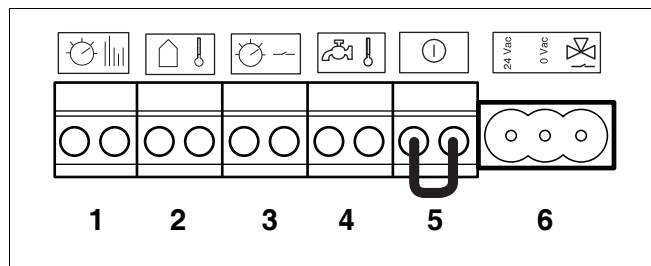

Fig. 31 Aansluitstrook laagspanningsaansluitingen
- Sluit de kamerthermostaat ModuLine 100, 200, 300, 400, of de cascaderelgelaar CM10 aan op de oranje aansluiting RC (→ fig. 31, [1], pag. 30). Maak hierbij gebruik van een tweaderige elektriciteitskabel van elk 0,4 – 0,75 mm².
- Sluit de RCC aan op de oranje stekker van de aansluitstrook van het cv-toestel (→ fig. 31, [1], pag. 30).
- Sluit de buitentemperatuursensor aan op de donkerblauwe stekker van de aansluitstrook van het cv-toestel (→ fig. 31, [2], pag. 30). Maak hierbij gebruik van een tweaderige elektriciteitskabel van 0,4 – 0,75 mm².
- Sluit een potentiaalvrije aan/uit-regeling aan op de groene stekker van de aansluitstrook van het cv-toestel (→ fig. 31, [3], pag. 30). De maximaal toelaatbare weerstand van dit circuit bedraagt 100 Ω. Maak hierbij gebruik van een 2-aderige elektriciteitskabel van 0,4 – 0,75 mm².
- Verwijder de doorverbinding op de rode stekker (→ fig. 31, [5], pag. 30).
- Sluit een extern schakelcontact aan op de rode stekker van de aansluitstrook van het cv-toestel (→ fig. 31, [5], pag. 30).
- Sluit de modules op de UBA 3-bus bij externe modulemontage aan op klem 1 (→ fig. 31, pag. 30).